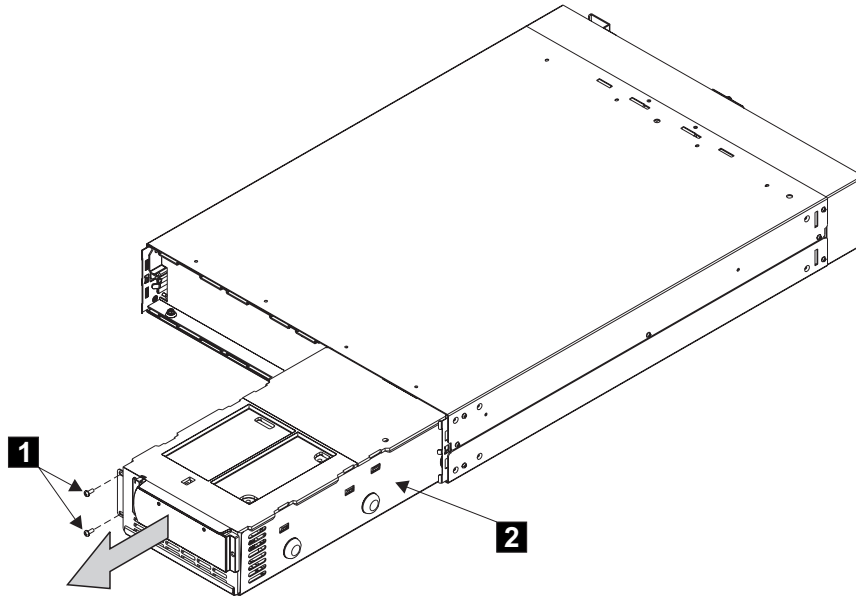

図 29. 2145 UPS の電子部品アセンブリーの取り出し
3. 2 つのねじ **1** を取り外します (図 29)。